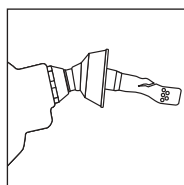

Figure 27
- ✓ If the nozzle spout is bent, the shut-off hole is blocked, or the end of the spout is rolled over, the nozzle spout or the entire nozzle should be replaced immediately. Failure to replace the spout may result in a hazardous spill. (See Figure 27)
- ✓ Si el tubo de descarga de la pistola está doblado, el orificio de cierre está bloqueado, o el extremo del tubo está enroscado, se debe reemplazar inmediatamente el tubo de descarga de la pistola o toda la pistola. No hacerlo podría provocar derrames peligrosos. (Vea la ilustración 27)
(Ilustración 27)